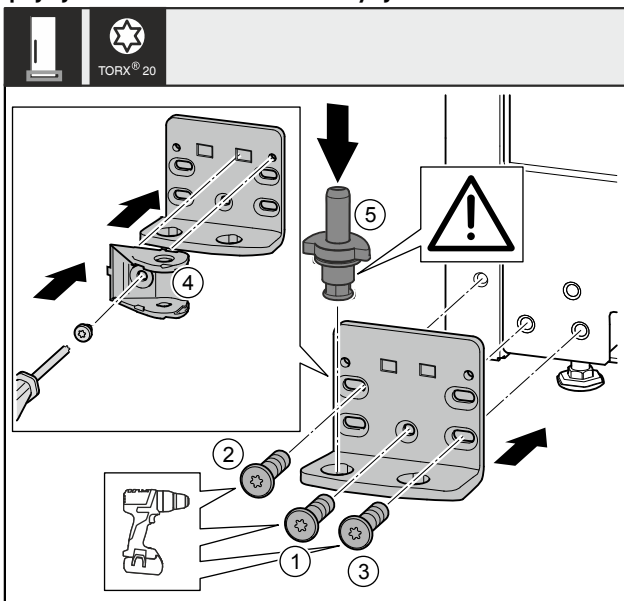

Fig. 38
- Vendosni bazamentin mbështetës në anën tjetër dhe mbërthejeni me ndihmën e një kaçavide. Filloni me vidën Fig. 38 (1) poshtë në mes.
- Mbërtheni fort vidën Fig. 38 (2) dhe vidën Fig. 38 (3).
- Rrotulloni me 180° lidhjen e amortizatorit të mbylljes Fig. 38 (4). Mbërthejeni në anën tjetër të bazamentit mbështetës me ndihmën e një kaçavide.
- Vendosni komplet në vend bulonin e rrotullimit Fig. 38 (5). Këtu bëni kujdes që gunga ndaluese të jetë e kthyer nga poshtë.